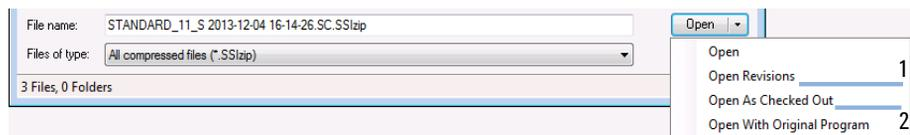
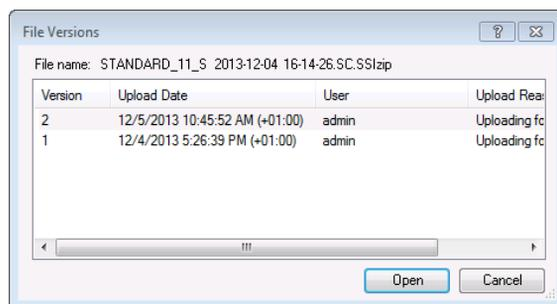

Figura 18 Comando Open Revisions
Figura 19 Finestra di dialogo File Versions
**Open Revisions** dal menu **Open** (vedere Figura 18, pagina 57, indicatore 1). Si apre la finestra di dialogo **File Versions**, in cui sono elencate tutte le versioni disponibili dell'elemento (vedere Figura 19, pagina 57).